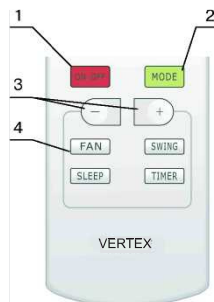

рис.5.4
5.4 Порядок управления (рис. 5.4)